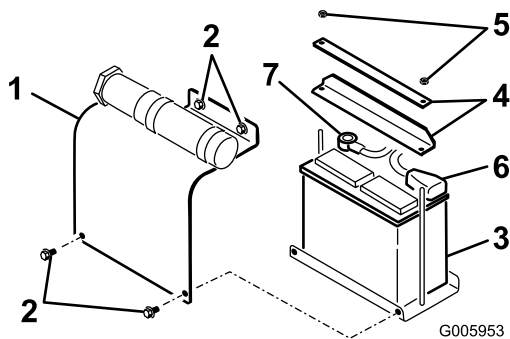

Figure 35
2. Enlevez le couvercle de la batterie (Figure 35).
1. Enlevez les écrous et les barres de fixation de la batterie (Figure 35).
2. Débranchez le câble négatif (noir) de la borne négative (-) de la batterie (Figure 35).
- Débranchez le câble positif (rouge) de la borne positive (+) de la batterie (Figure 35).
- Remettez la batterie sur la plate-forme (Figure 35).
- Fixez la batterie au châssis à l'aide des barres et des écrous retirés précédemment (Figure 35).
- Connectez le câble positif (rouge) à la borne positive (+) de la batterie (Figure 35). Glissez le capuchon en caoutchouc sur la borne de la batterie.
- Connectez le câble négatif (noir) à la borne négative (-) de la batterie (Figure 35).
- Reposez le couvercle de la batterie (Figure 35).